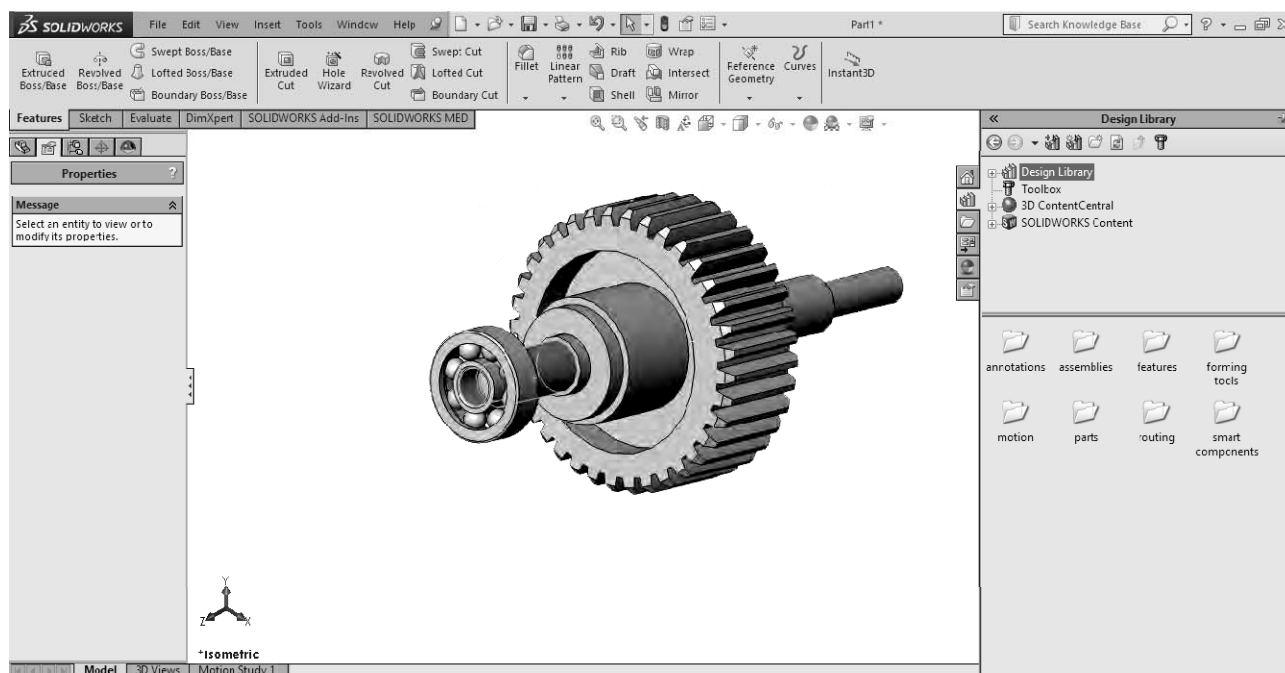

Рисунок 23.3 – Создание сопряжений для подшипника и вала
– «Совпадение» между торцом поверхности подшипника и торцом шейки вала (рисунок 23.3).